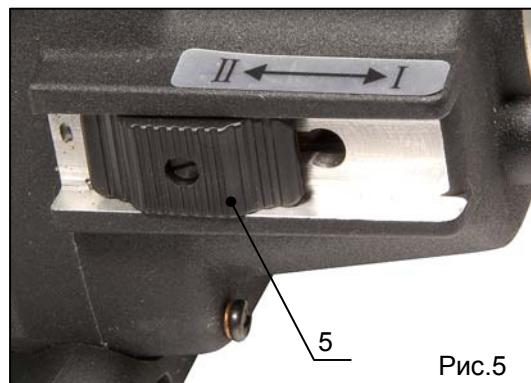

Рис.5
**2-я скорость:** надавите на переключатель (поз.5, рис.5) перпендикулярно плоскости мотора и переместите его в положение «II». Проследите за тем, чтобы переключатель застопорился в положении «II», если этого не произошло необходимо немного повернуть шпindel в одну или другую сторону.